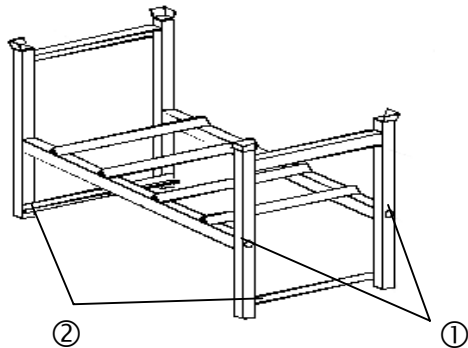

Fig.1
- Seitenrahmen und Fassauflage verbinden (Fig. 1) und ausrichten
- Seitenrahmen und Längsrohr verbinden (Fig. 1) und ausrichten
- Put the side frames and drum supports together (fig. 1).
- Put the side frames and the horizontal tubes together (fig. 1).
- Fixer et alignez les cadres latéraux avec le support de fût (fig. 1)